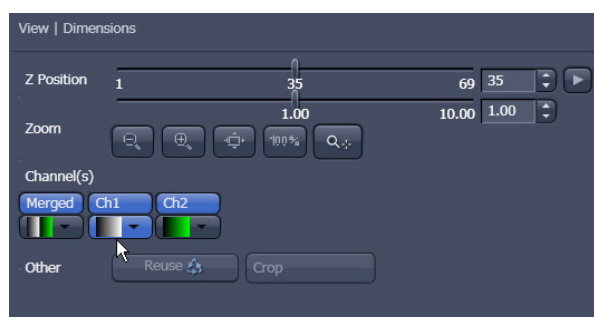

Fig. 27 Ventana de herramientas Dimensions
- Utilice la ventana de herramientas **View – Dimensions** (Fig. 27) y haga clic en el área de color de este campo: .